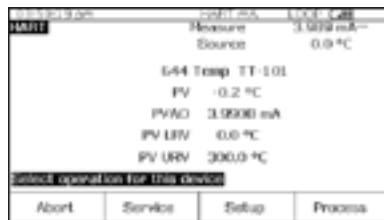

Figura 19.
1. Encienda el calibrador Fluke 754. Pulse la tecla **HART** y la tecla programable **Loop Power** (Alimentación en bucle) (si la alimentación en bucle no se estuviera suministrando con anterioridad). Pulse **ENTER** hasta que desaparezcan todas las advertencias de dispositivos y aparezca la información HART básica (Figura 19).